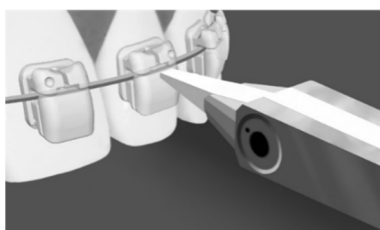

図 4
- (1) ブラケットドアを開けるために、3M ユニテック 開閉用 インストルメントのチップをドアの真上の水平の隙間に挿入する (図 4)。